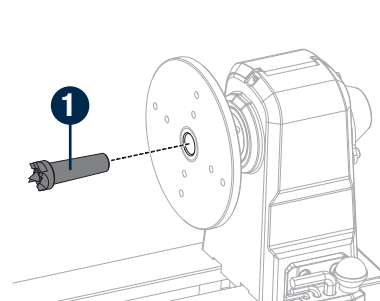

Fig. 5
- Insérez l'arbre du centre de la pointe à griffe de la poupée fixe (1) dans le centre creux de la broche de la poupée fixe (fig. 5).
- Insérez la tige de poussée (3) à l'extrémité de la broche de la poupée fixe ou du fourreau de la poupée mobile jusqu'à ce qu'elle entre en contact avec l'arbre de la pointe à griffe ou de la contrepointe.
- Appuyez sur l'extrémité de la tige de poussée (3) jusqu'à ce que la pointe à griffe ou la contrepointe se détache.